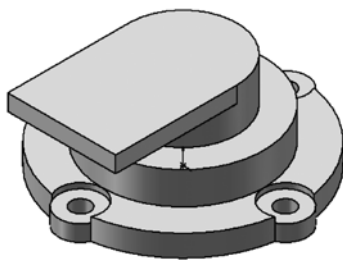

图 7-92 创建拉伸凸台 2
3) 拉伸凸台 2。单击“特征”工具栏中的 (拉伸凸台/基体) 按钮, 或选择菜单栏中的“插入”→“凸台/基体”→“拉伸”命令, 拉伸草图生成实体, 设置拉伸深度为 6 mm, 效果如图 7-92 所示。